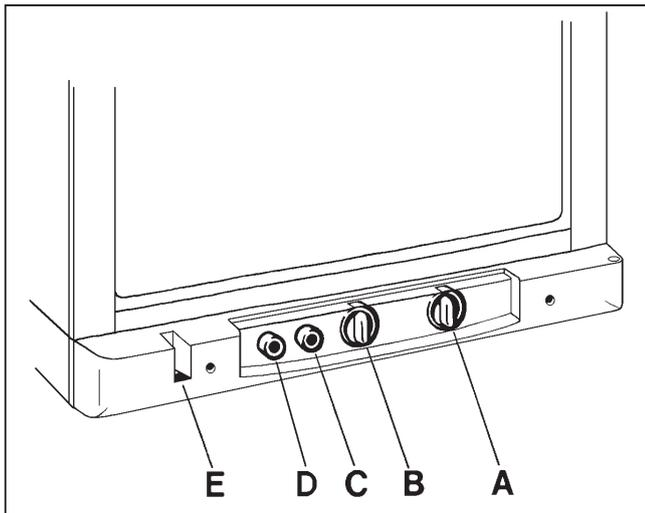

FIG. 1
Der Kühlschrank kann entweder mit 230 V oder Flüssiggas betrieben werden. Die Betriebsweise wird mit Hilfe der Bedienelemente eingestellt, die in Fig.1 ersichtlich sind.
Die Positionsnummern beziehen sich auf Fig. 1.
Die Positionsnummern beziehen sich auf Fig.1. Ein Absorptionskühlgerät arbeitet völlig geräuschlos. Etwa eine Stunde nach dem Einschalten sollte das Tiefkühlfach kalt werden. Bis der Kühlschrank die normale Betriebstemperatur erreicht hat, dauert es einige Stunden (abhängig von der Umgebungstemperatur). Wenn der Schrank mit Lebensmitteln beladen ist, verlängert sich die Abkühlzeit. Der Thermostat erlaubt die kontinuierliche Regelung der Temperatur im Kühlschrank. Normalerweise wird der Drehknopf (B) in Stellung 3-5 gesetzt. Wenn Sie eine niedrigere (kältere) Temperatur wünschen, drehen Sie bitte den Knopf auf eine höhere Stufe